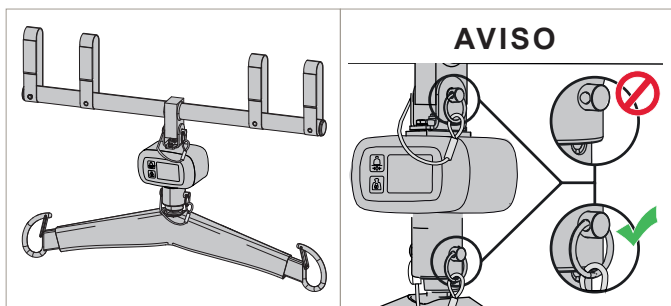

Fig. 1
- 1) Instale a balança suspensa no adaptador com o pino da manilha e o anel fendido. (consulte Fig. 1)